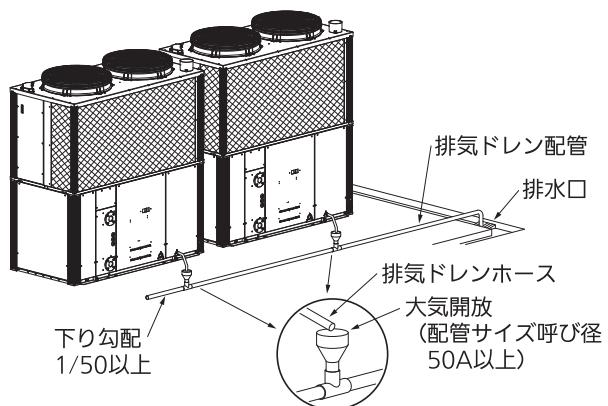

図10：排気ドレンを排水口に接続する場合
- ユニットを屋上に設置する場合、図10のように排気ドレンは排気ドレン配管を延長して、排水口に排出してください。